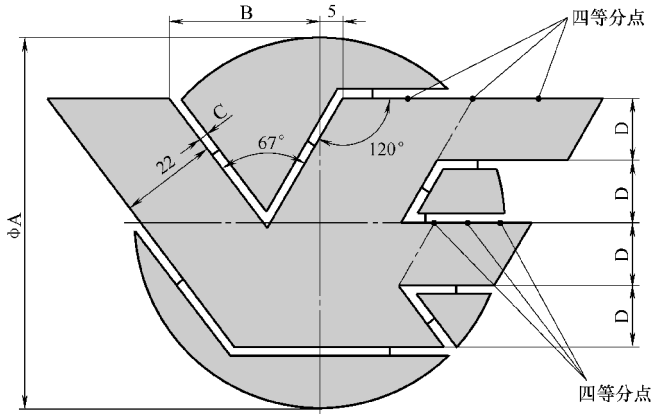

图 C-10 赛题 10
10. 参照图 C-10 绘制图形，注意其中的平行、相切、共线等几何关系，图中双线长度相等。请问图形中深色区域的面积是多少?